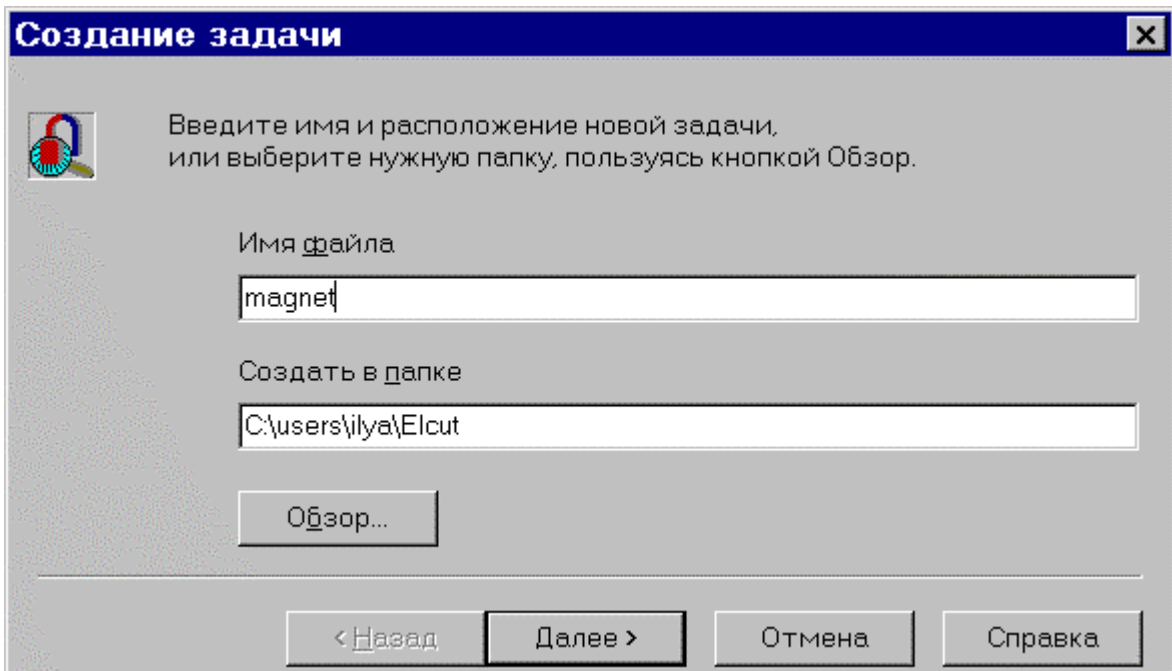

Рис. 4.3. Окно выбора расположения задачи
2. Щелкните мышью строку задача **ELCUT** и затем нажмите **ОК**. Появится новое окно, приглашающее ввести имя и расположение новой задачи (см. рис. 4.3). При необходимости перейдите в нужную папку в поле **Создать** в папке или используйте кнопку **Обзор...**